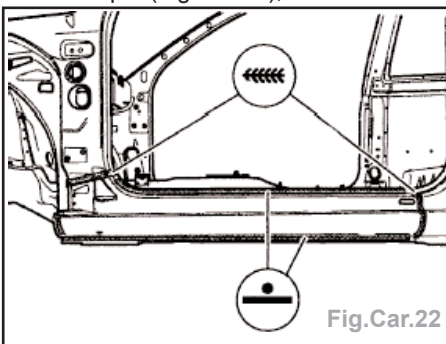

Fig.Car.22
- souder le bas de caisse à la pointeuse électrique (Fig.Car.22),